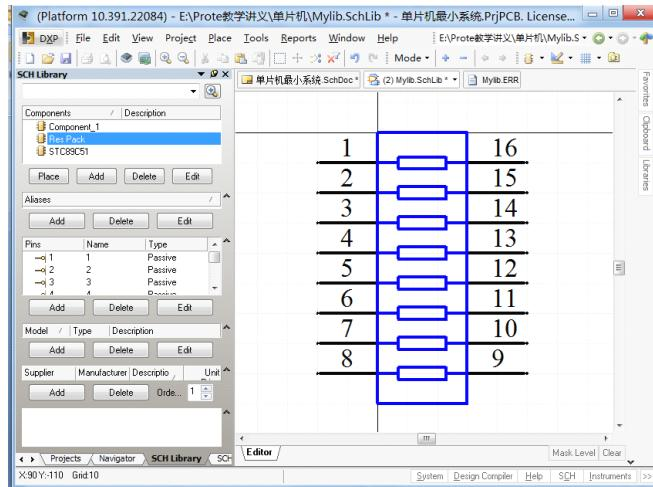

图 6-6.27 复制后的排阻
**Step5:** 将 Res Pack4 全选，复制到 Mylib.SchLib 的 Res Pack 工作区，如图 6-6.27 所示。